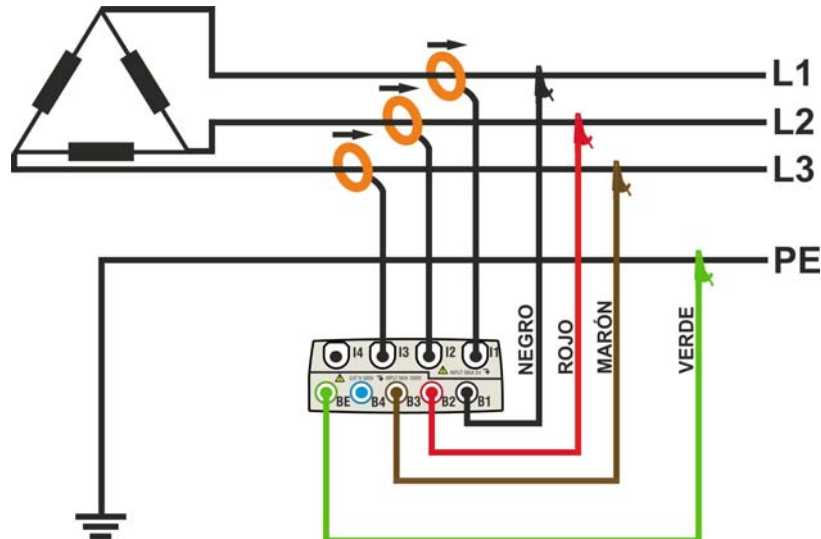

Fig. 108: Conexión del instrumento en un sistema Trifásico 3-hilos ARON
2. Conecte los cables de medida de tensión sobre los conductores de Fase L1, L2, L3 respetando los colores como muestra la Fig. 108. **Verifique en el visualizador la indicación "123" relativa al correcto sentido cíclico de las fases** (ver el § 5.2.1) y efectuar las oportunas correcciones hasta cumplir tal situación.
3. Conecte las pinzas de corriente sobre el conductor de Fase L1, L2, L3 como muestra en la Fig. 108 **respetando el sentido de la flecha** presente sobre la misma pinza que indica la dirección convencional de la corriente desde el generador a la carga. **Verifique siempre (selecionando preliminarmente el sistema 3-hilos), en la pantalla de la sección Visualización Medida, que las Potencias Activas P1, P2, P3 sean siempre positivas y que el factor de potencia Pf1, Pf2, Pf3 sea correspondiente a la carga, normalmente inductivo**, antes de activar un registro. En caso de valores negativos de las potencias activas gire la pinza 180° sobre el conductor interesado.